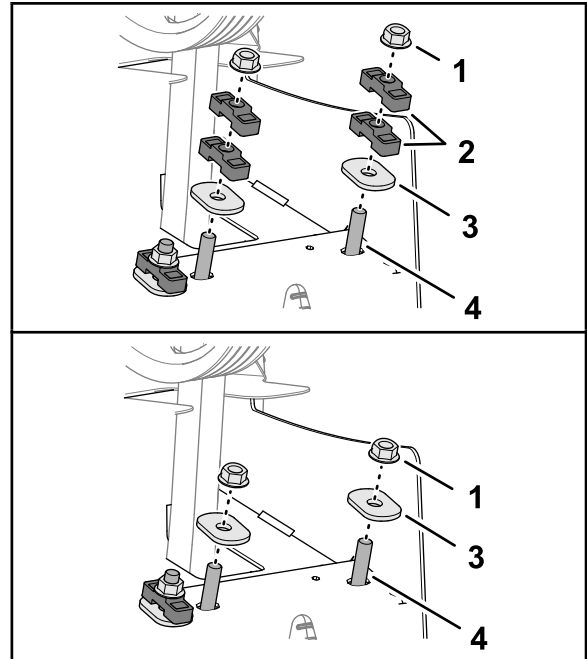

Figura 123
6. Sujete el eje del amortiguador y los espaciadores al bastidor trasero con las arandelas ovaladas endurecidas y las contratuercas (Figura 123).